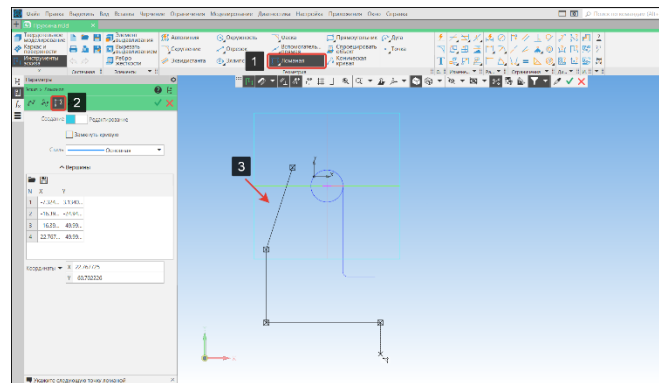

Рисунок 180 – Траектория построенная в 2D-эскизе
- На дополнительной плоскости построим эскиз траектории (3) как показано на рисунке используя команду сплайн (1) подоперация ломаная (2) (Рисунок 180);